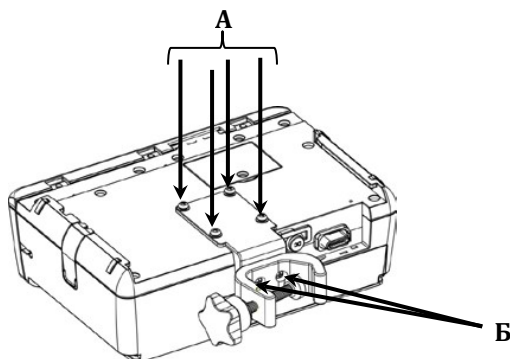
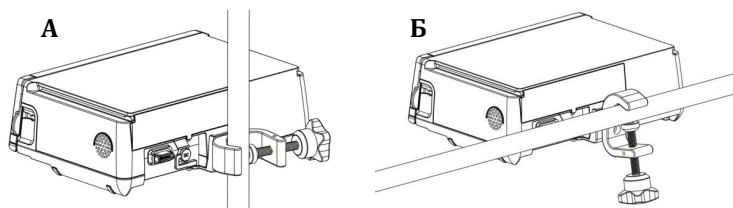

Рис. 5. Установка крепления к насосу
Рис. 6. Крепление насоса на инфузионной стойке
1. С помощью крестовой отвертки и 4 винтов М4 установите крепление на нижней части корпуса насоса, как показано на рис. 5 (А).
2. Конструкция крепления позволяет закрепить инфузионный насос, как на вертикальной (рис. 6А), так и на горизонтальной (рис. 6Б) инфузионной опоре. Для этого установите С-образный держатель с помощью 2 винтов М4 по отношению к пластине крепления в соответствующее положение, как показано на рис. 5 (Б).
1. На один из насосов установите крепление к стойке, как показано на рис. 5.